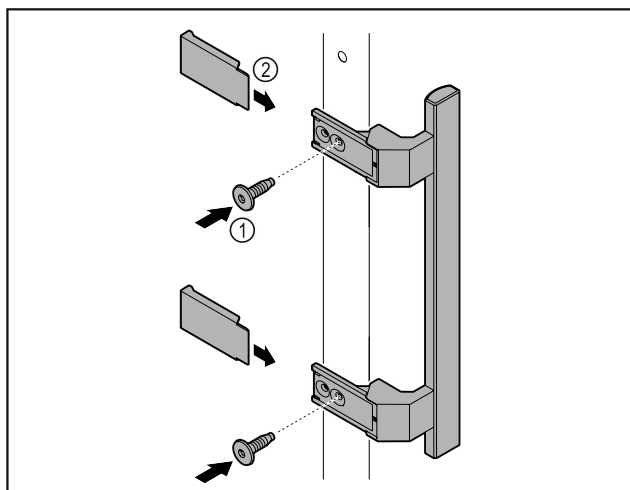

Fig. 7
- ▶ Iz paketa vzemite ročaj in ga privijte na vrata s priloženimi vijaki Fig. 7 (1).
- ▶ Namestite pokrov Fig. 7 (2).